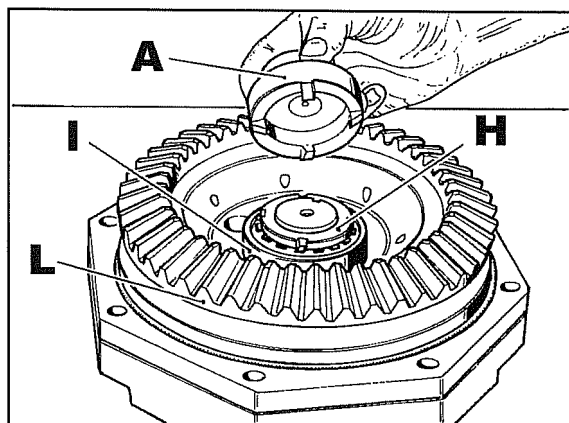

Fig. 23
- 33 Com a ferramenta especial **A** fig. 23, extrair a bucha **H**. Com um extractor de tipo comercial extrair o rolamento **I** depois extrair a coroa **L**.
- A bucha **H** fig. 23 com relativa anilha devem ser substituídos. Durante a remontagem recorde-se de apertar a nova bucha em **12 Kgm** depois dobrar a anilha e parafusar a própria bucha.